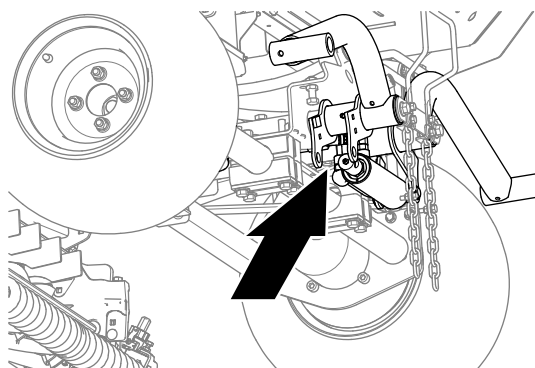

Figura 13
1. Coloque un recipiente de vaciado debajo de los acoplamientos hidráulicos del cilindro de elevación (Figura 13).